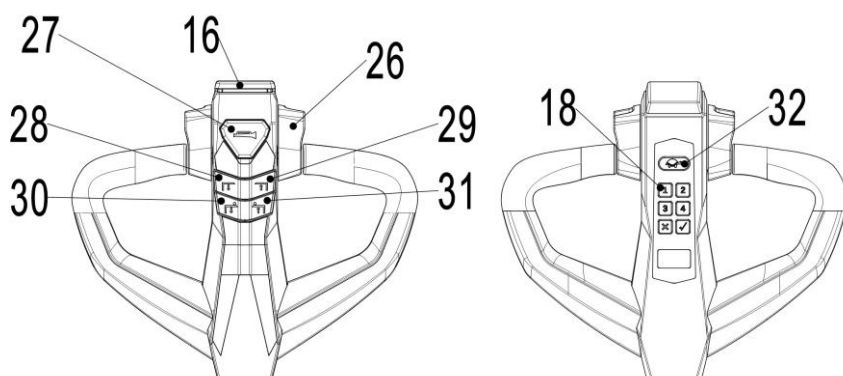
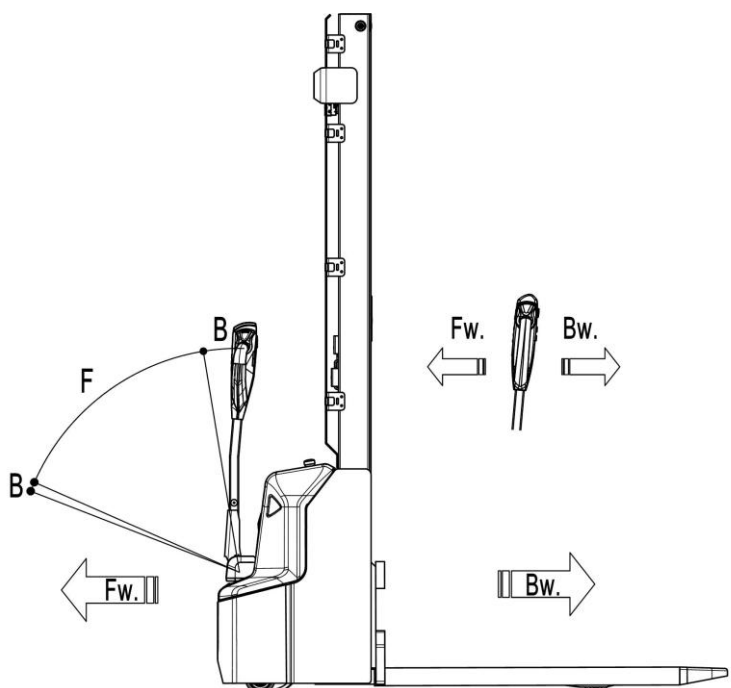

Рис. 7: Рукоятка управления
Рис. 11: Направления движения
Нажмите кнопку подачи звукового сигнала (рис. 7, поз. 22) для проверки работы предупреждающего сигнала.
Подведите штабелер с опущенными вилами под поддон полностью. Нажмите и удерживайте кнопку подъема (рис. 7, поз. 28) пока не достигните желаемой высоты подъема.
Если вилы штабелера находятся в стеллажном пространстве, необходимо осторожно отъехать от стеллажа с или без паллета. Во время движения необходимо удостовериться, что вилы не задевают стеллаж. Нажать и удерживать кнопку снижения (рис. 7, поз. 29). Опускать груз, пока вилы не освободятся от паллета, затем аккуратно отъехать от груза.
После того, как введен ПИН-код или использована карточка доступа, и аварийная кнопка вытянута, переведите ручку управления в рабочее положение («F», рис.11).
Отклоните маховики управления в нужном направлении «вперед» («Fw», рис. 11) или «назад» («Bw», рис. 11).
Контролируйте скорость передвижения при помощи маховиков (рис. 7, поз. 26) для достижения требуемой скорости.
На штабелере имеется кнопка замедленного ("черепашьего") хода для передвижения с пониженной скоростью. Нажмите кнопку замедленного хода (рис. 7, поз. 32) один раз, чтобы включить режим, поверните акселератор для движения на медленной скорости, и нажмите кнопку замедленного хода повторно, чтобы восстановить исходное состояние.
Нажмите кнопку замедленного хода (рис. 7, поз. 32) и удерживайте ее в течение 2 секунд, чтобы активировать функцию движения с ручкой управления, расположенной в вертикальном положении, при работе в ограниченном пространстве. Функция активна только при нажатой кнопке замедленного хода (для снижения скорости); отпускание кнопки замедленного хода приведет к немедленной остановке. Задействование маховиков управления в течение промежутка времени менее двух секунд после нажатия кнопки замедленного хода не приведет к активации функции, цикл активации необходимо повторить с самого начала. Маховики управления должны оставаться в нейтральном положении до истечения двух секунд.
- Переключение маховиков управления (рис. 7, поз. 26) обратно в начальное положение или освобождение маховиков активирует систему торможения. Штабелер тормозит до полной остановки.
- При переключении маховиков управления (рис. 7, поз. 26) из положения «движение в одном направлении» в положение «движение в противоположном направлении», штабелер постепенно тормозит, пока не начнет движение в противоположном направлении.
- Штабелер тормозит, если ручку управления перевести в верхнее или нижнее положение к точкам торможения («В», рис. 11). При отпускании рукоятки управления автоматически возвращается в верхнее положение к точке торможения («В», рис. 11). Штабелер будет тормозить, пока не остановится.
- Кнопка противоотката (безопасности) (рис. 7, поз. 16) защищает оператора от получения повреждений и травм. Если эта кнопка включена, штабелер тормозит и начинает движение в противоположном направлении («Вw», рис. 11) на небольшое расстояние и останавливается. Необходимо помнить, что эта кнопка действует, даже если штабелер не едет, но ручка управления находится в рабочем положении.